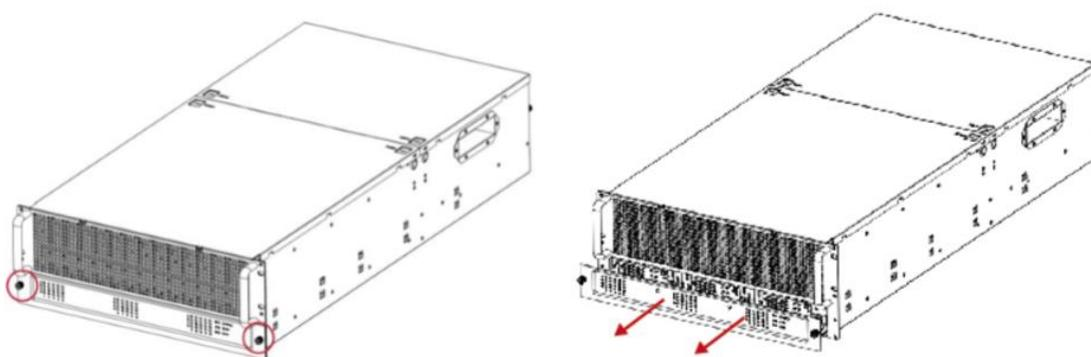

Рисунок 160 - Демонтаж модуля объединительной платы НМД
- 3) Держать рычаг объединительной платы, чтобы вытащить заднюю панель из корпуса модуля хранения (см. Рисунок 160).